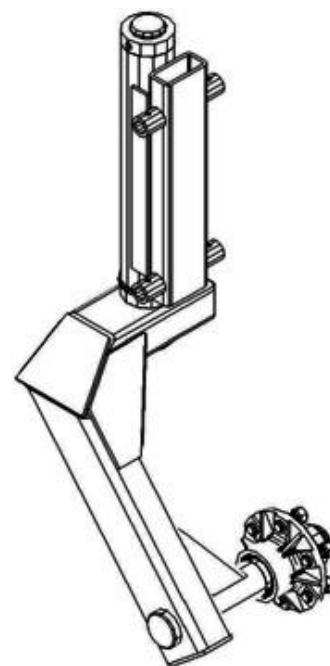

Рис. 4.3.2. Узел жёсткого одинарного колеса
*Примечание.* На ПК-6,1 и на ПК-8,5 на крыловых рамах устанавливаются узлы одинарного жесткого колеса (одинарные передние подвески) (рис.4.3.2).